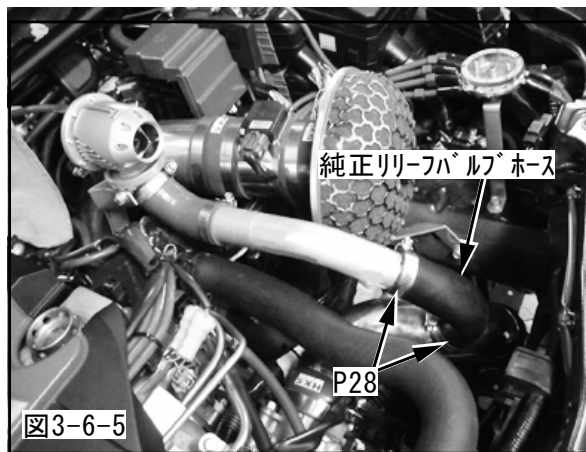

図3-6-5
(6) 切断した純正リリーフバルブホースをSuper-SQV及びインタークーラアウトレットパイプNo.2へ取付けてください。〈図3-6-5〉